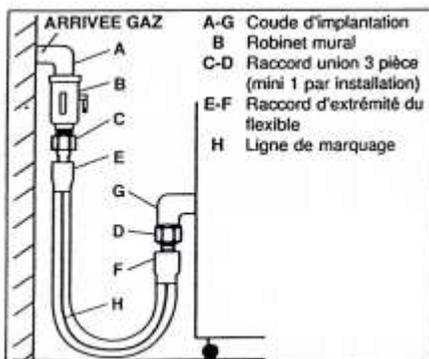

Figure 01
- Le monter impérativement entre des coudes d'implantation à 90° (voir fig. 01).
Pour connecter la rôtissoire à la canalisation d'arrivée du gaz de façon permanente, utiliser un flexible métallique homologué gaz et propane de type TUBOGAZ(5) ou similaire répondant à la norme NF D 36-123 (voir fig. 01).